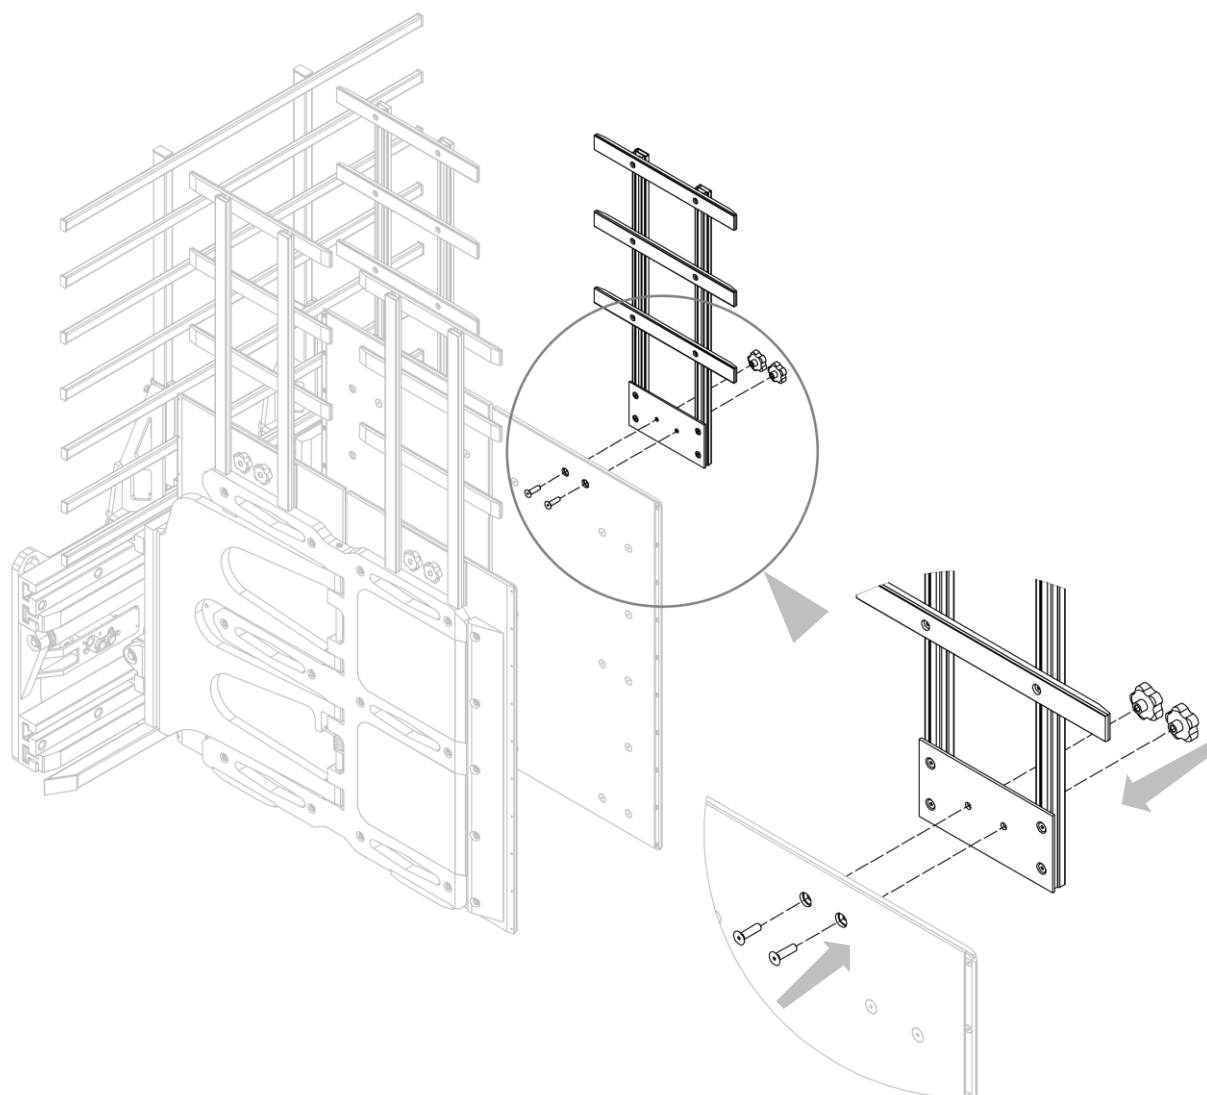

Figure 42
5. Installer les cadres de chargement latéraux sur les panneaux, en utilisant les vis et les boutons de fixation correspondants (voir *Figure 42*).